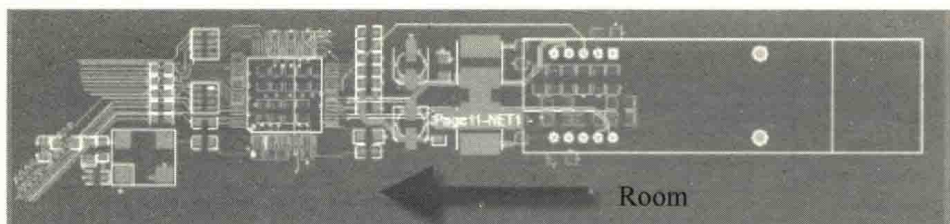

图 11-13 模块的布局布线
(4) 如图 11-13 所示，对其中一个通道的模块执行布局布线，并用更新的 Room 对其进行覆盖。